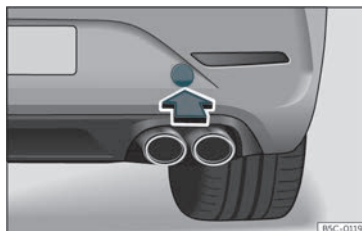

Fig. 45 Du côté droit du pare-chocs arrière : retirer le cache.
Le logement de l'œillet de remorquage à visser se trouve sur la partie droite du pare-chocs arrière, derrière un cache»» fig. 45.
- Appuyez sur la partie inférieure du cache »» fig. 45 afin de le dégager.